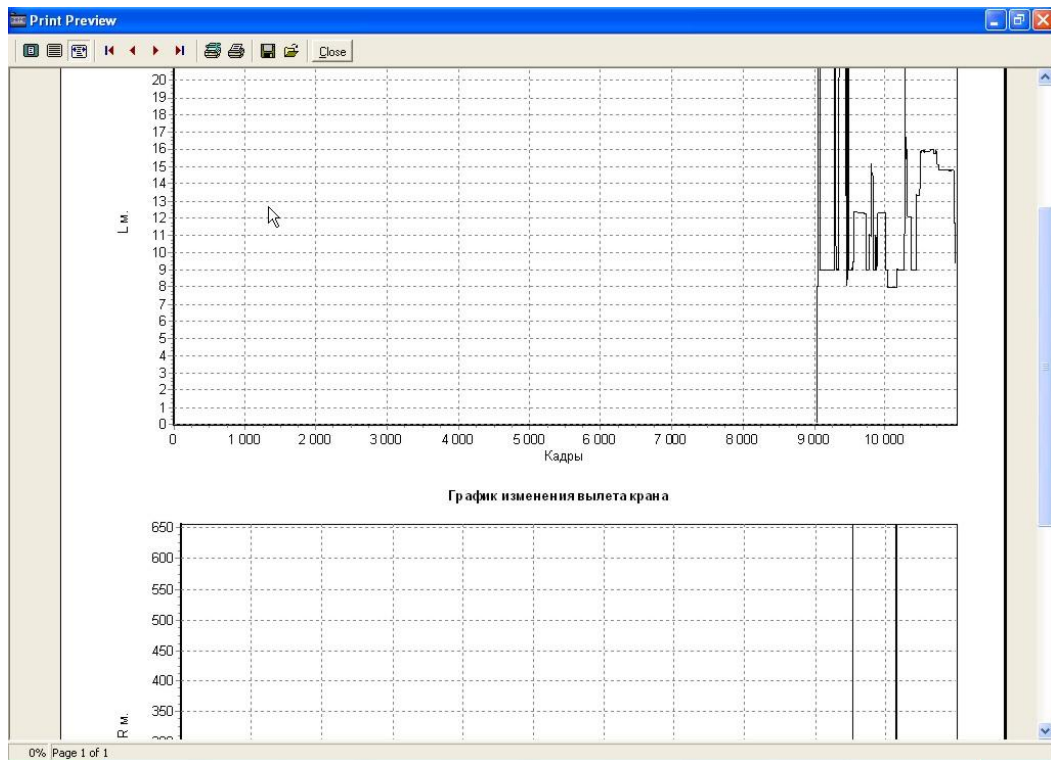

Рисунок 12
4.41.3. При выборе меню «Печать» можно произвести распечатку основной информационной карты, графиков, таблиц. (рисунок 12)